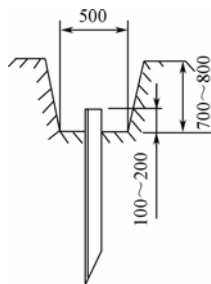
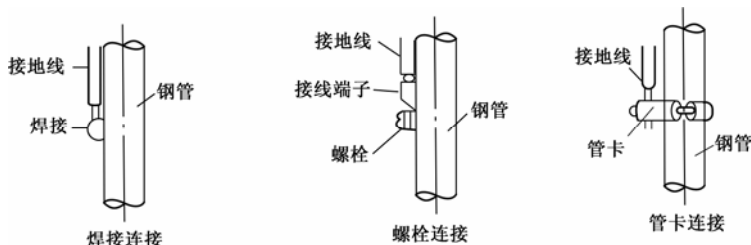

图 7-6 接地体的埋设坑
图 7-7 接地体与接地线的连接方式
- ① 挖埋设坑。在要埋设接地体的位置挖出埋设坑，埋设坑的形状和尺寸如图 7-6 所示，在埋设接地体时，要求接地体的顶部离地面大于 0.6m，接地体与附近建筑物距离应大于 1.5m。
- ② 在坑内将接地体垂直打入地下。
- ③ 在接地体上连接接地线。引出线与接地体的连接可以采用焊接，也可以采用螺栓和管卡固定，连接方式如图 7-7 所示。